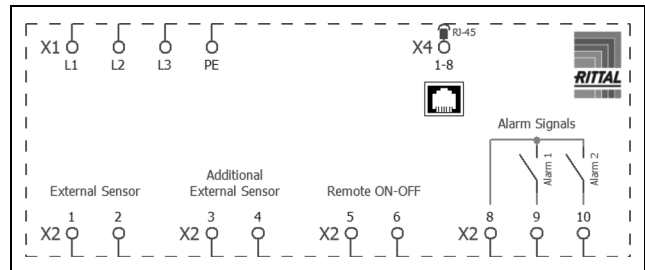

Fig. 32 : plan de connexion
- Sortir la fiche d'alimentation du sachet d'accessoires et établir l'alimentation du réseau conformément à l'identification correspondante des raccordements (fig. 32).